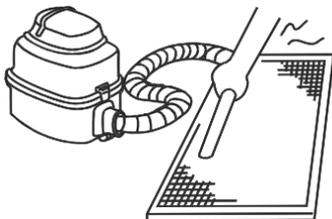

Fig. 5-13
- O ar interior deve dirigir-se para cima quando utilizar um aspirador. (Consulte a Fig. 5-13)